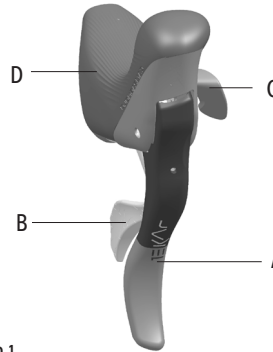

Abb.1
- Bremshebel (A - Abb.1)
- Außenhebel (B - Abb.1)
- Innenhebel (C - Abb.1)
- Schalthebelabdeckung (D - Abb.1)
• Die Betätigung des Hebels A (Abb. 1) bestimmt die Funktion der Bremse: überprüfen Sie, durch Betätigen jedes Schalthebels auf welches Rad dieser wirkt.